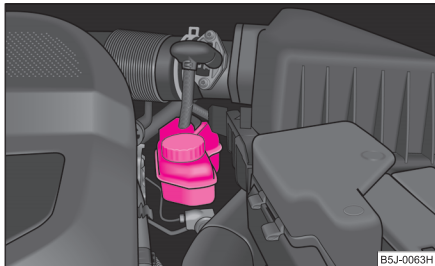

Abb. 150 Motorraum: Bremsflüssigkeitsbehälter
- Prüfen Sie den Bremsflüssigkeitsstand am Behälter ⇒ Abb. 150. Der Stand muss zwischen den Markierungen „MIN“ und „MAX“ liegen.